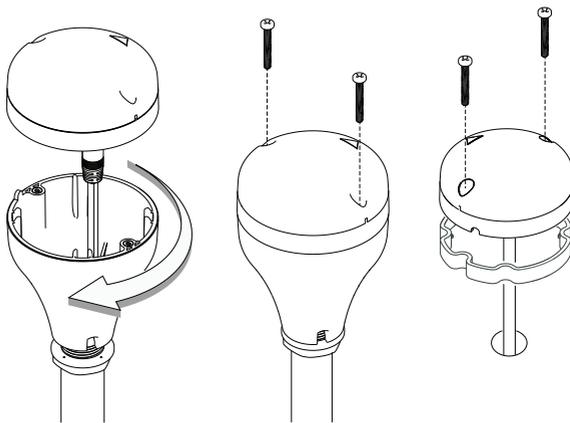

Figure 7 Montage de l'antenne GPS
- Montez le support comme illustré sur la figure 7.